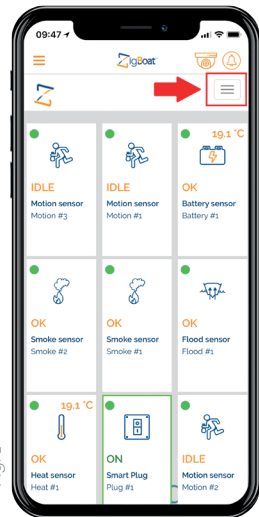
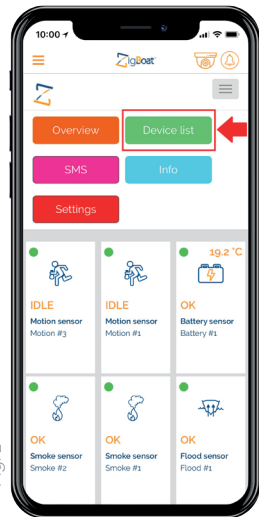

Fig. 1
Fig. 2
1. Abra la App ZigBoat™, seleccione la puerta de enlace en el menú de puertas de enlace ZB, espere unos segundos, luego pulse el botón menú en la parte superior derecha (fig. 1). Seleccione "Lista de dispositivos" (fig. 2). Para agregar el sensor, introduzca el número de serie que figura en la etiqueta del sensor (fig. 3).